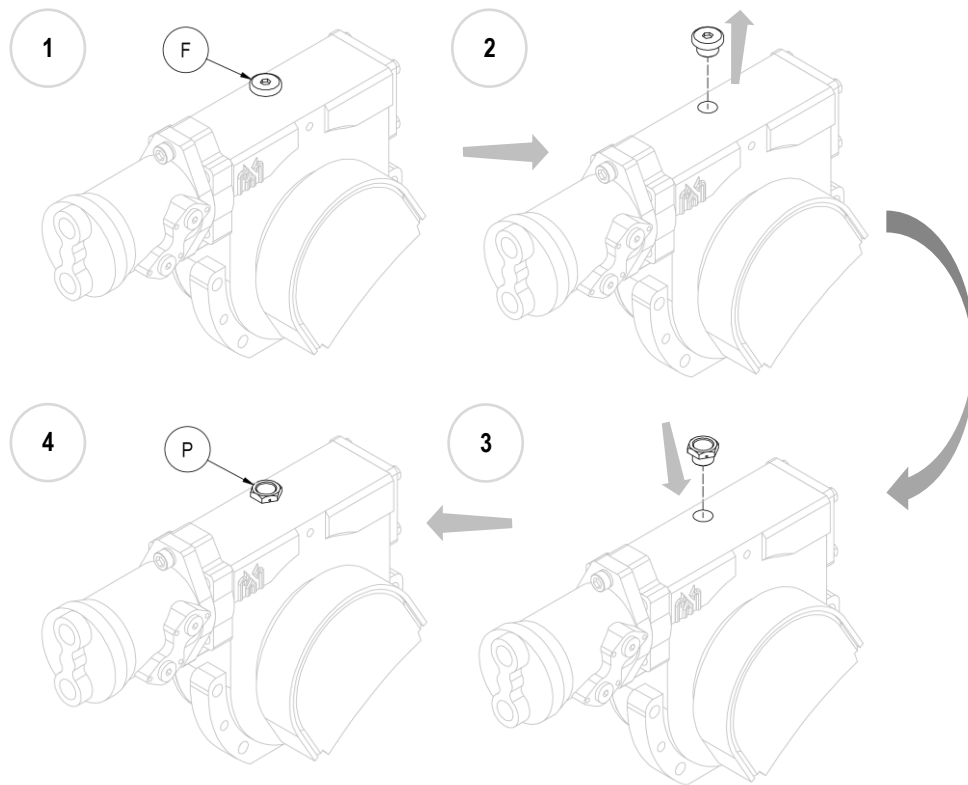

Figura 5
10. **N.B.** Con el implemento montado, reemplace el tapón de llenado de aceite de hierro ciego (F) por el de plástico suministrado (P), equipado con un respiradero (mira *Figura 5*).